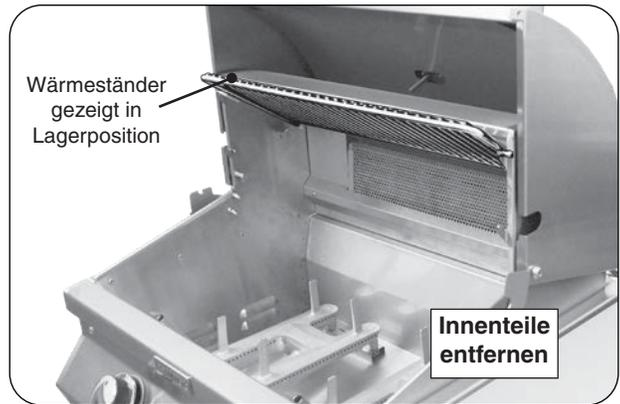

Abb. 26-1 Bereiten Sie den Grill zum Rotieren vor
1. Stellen Sie den Wärmeständer in die Aufbewahrungsposition, entfernen Sie die Rückbrennerabdeckung und die Kochgitter (siehe Abb. 26-1).